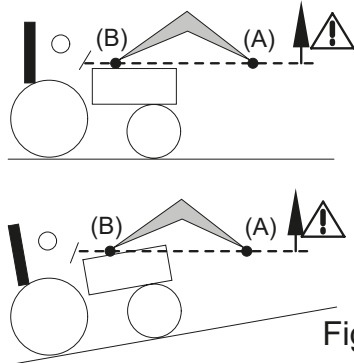

Fig. 2
- Lors de l'opération de levage et pendant le déplacement, veiller à ne pas quitter la charge des yeux à partir du moment où le point de pivot de l'outil (A) dépasse l'horizontale du point de pivot du chargeur (B) [voir fig. 2]. Au besoin, corriger la position de l'outil pour que la charge ne soit jamais dirigée vers le conducteur [voir fig. 3].
! **DANGER** : Si la charge n'est pas correctement sécurisée, l'opérateur est soumis à un danger de chute de la charge lorsque le point de pivot de l'outil (A) dépasse l'horizontale du point de pivot du chargeur (B) [voir fig. 2].
! **DANGER** : Il est interdit de caver le chargeur lorsque le point de pivot de l'outil (A) dépasse l'horizontale du point de pivot du chargeur (B) [voir fig. 2].